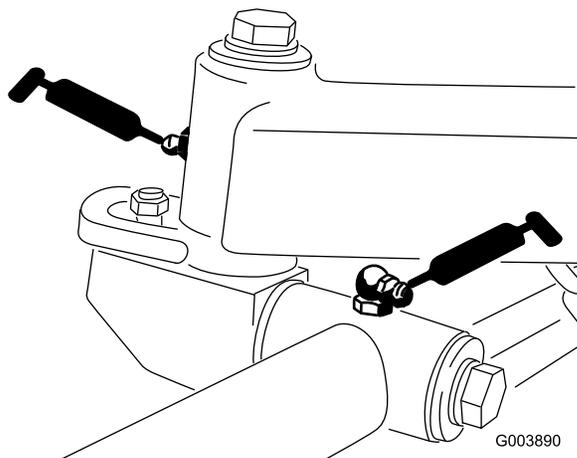

Figure 43
- 2 graisseurs sur le bâti et le pivot de chaque plateau de coupe (10 au total) (Figure 43)